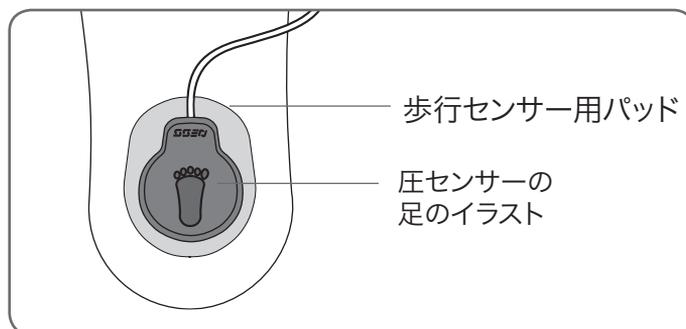

図 9 :靴の中で圧センサーの位置を決めているところ
3. 圧センサーのワイヤーが出ている方がつま先を向くようにします。次に圧センサーを歩行センサー用パッドに接続します(図 9 を参照)。足のイラストに従って圧センサーを配置します。